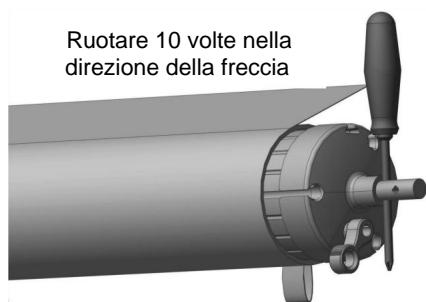

Figura E1
1. Avvolgimento debole della spirale della tenda: controllare se la molla di torsione della spirale sta rilasciando forza. Il metodo di forza verso l'alto della molla della spirale consiste nell'inserire un cacciavite da 6 mm di diametro nel foro dell'albero in acciaio all'estremità della spirale, ruotarlo 10-13 volte nella direzione della forza verso l'alto indicata dal coperchio terminale, quindi inserire il perno di sicurezza e reinstallare la spirale nell'asta di supporto. (Figura E1)